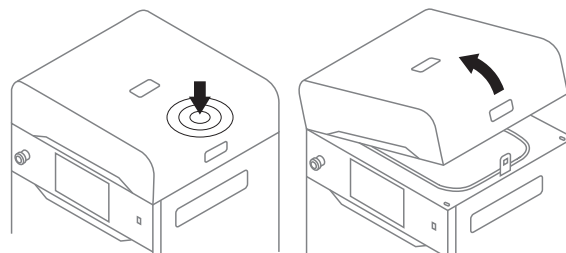

Abb. 2.3 Öffnen des Druckerdeckels.
2. Drücke auf den Deckel und ziehe ihn am Griff nach oben (Abb. 2.3).